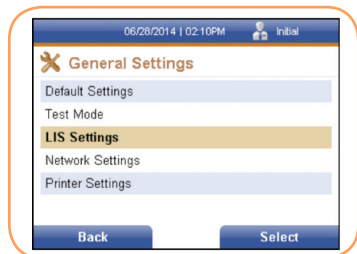

FIGURA 22
5. Una vez se haya introducido toda la información, seleccione la tecla programable derecha para aceptar la información o la tecla programable izquierda para descartar los cambios. Con cualquiera de las dos opciones, el usuario volverá al menú anterior (Figura 22).